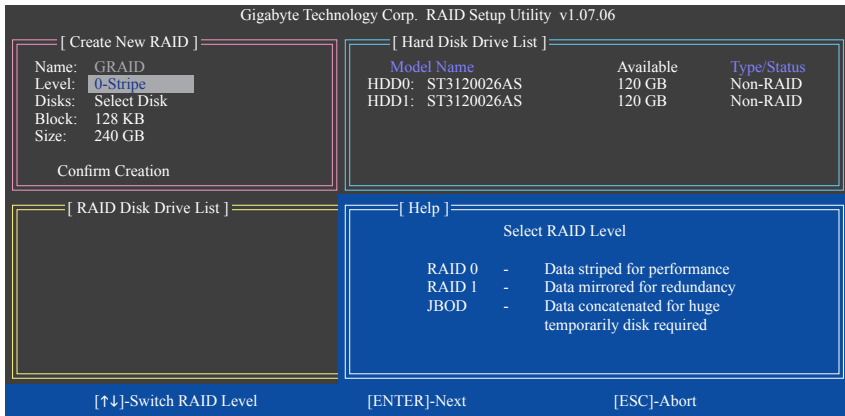

図 5
Create New RAID ブロックに、アレイを作成するために設定する必要がある項目がすべて表示されます (図 5)。
2. **Select RAID Mode: Level** 項目の下で、上または下矢印キーを使用して RAID 0 (ストライプ)、RAID 1 (ミラー)、JBOD (図 5) を選択します。<Enter> を押して、次のステップに進みます。